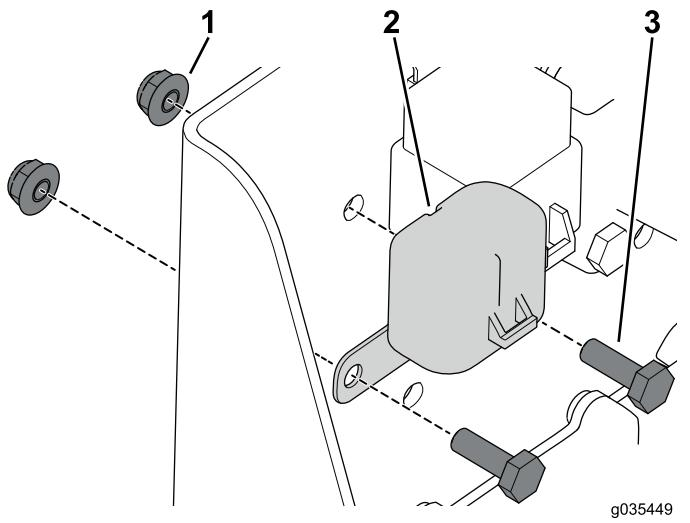

Figure 14
5. Fixez le capuchon de fusible à l'aide des 2 boulons (1/2 x 3/4") et écrous à embase (Figure 14).